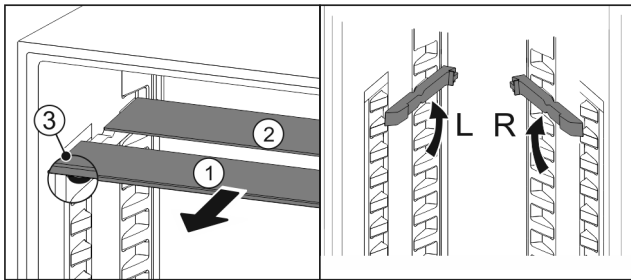

Fig. 91
- ▶ Trekk glassplatene enkeltvis fremover og ut Fig. 91 (1).
- ▷ Glassplate Fig. 91 (1) med pyntelist ligger foran.
- ▷ Stoppere Fig. 91 (3) peker nedover.